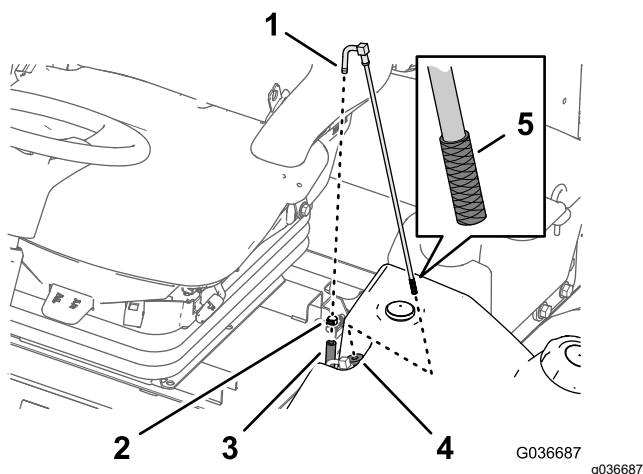

Figura 65
1. Retire la abrazadera que fija la manguera de suministro de combustible al acoplamiento del tubo de aspiración de combustible (Figura 65).
2. Retire la manguera del acoplamiento (Figura 65).
3. Eleve el tubo de aspiración de combustible del depósito de combustible (Figura 65).
4. Limpie cualquier residuo de la rejilla al final del tubo de aspiración de combustible (Figura 65).
5. Inserte el tubo de aspiración de combustible a través del casquillo de goma y en el depósito (Figura 65).